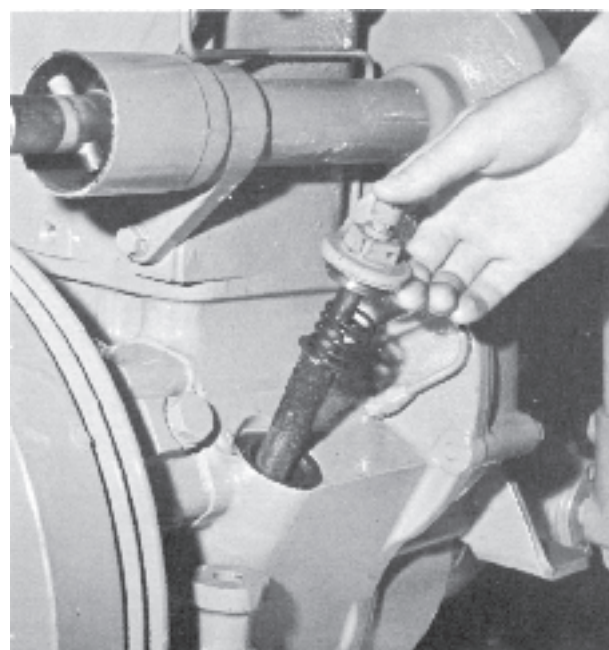

Fig. 43. Demontering av oljesil
1. Lossa fyrkantmuttern för silen. Lyft upp silen. fig. 43